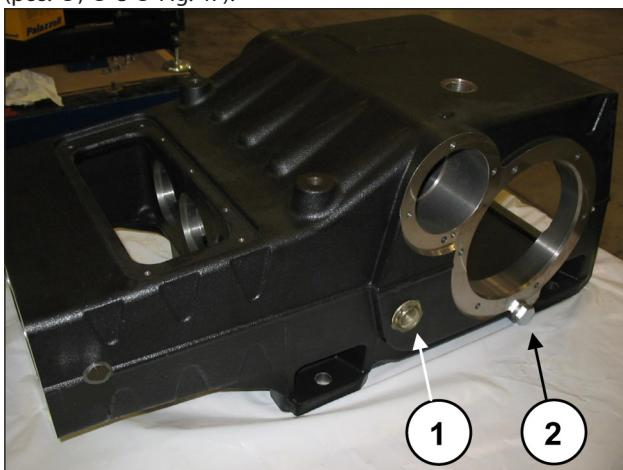

Fig. 47
Monte as duas vigias do nível do óleo, os dois tampões de descarga do óleo e a conexão com engate rápido de 90° (pos. ①, ② e ③ Fig. 47).